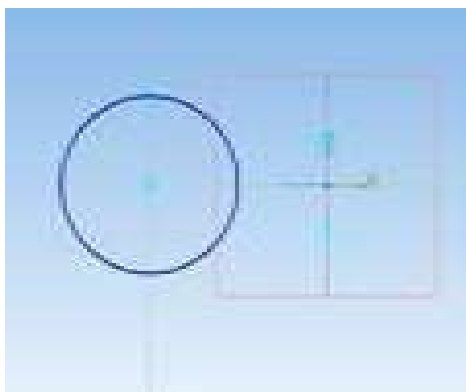

Рисунок 15.10 – Построение окружности
9. Найдите центр окружности и постройте окружность радиусом 20 мм (рисунок 15.10)